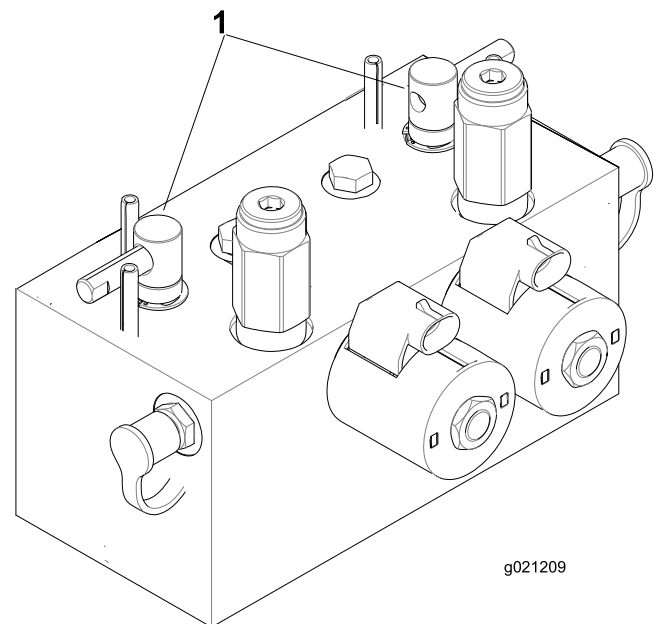

Bild 76
2. Entriegeln und klappen Sie den Sitz hoch, um die Lapphebel frei zu legen (Bild 76).
5. Wählen Sie entweder den vorderen, hinteren oder beide Läpphebel aus, um festzulegen, welche Geräte geläppt werden (Bild 76).